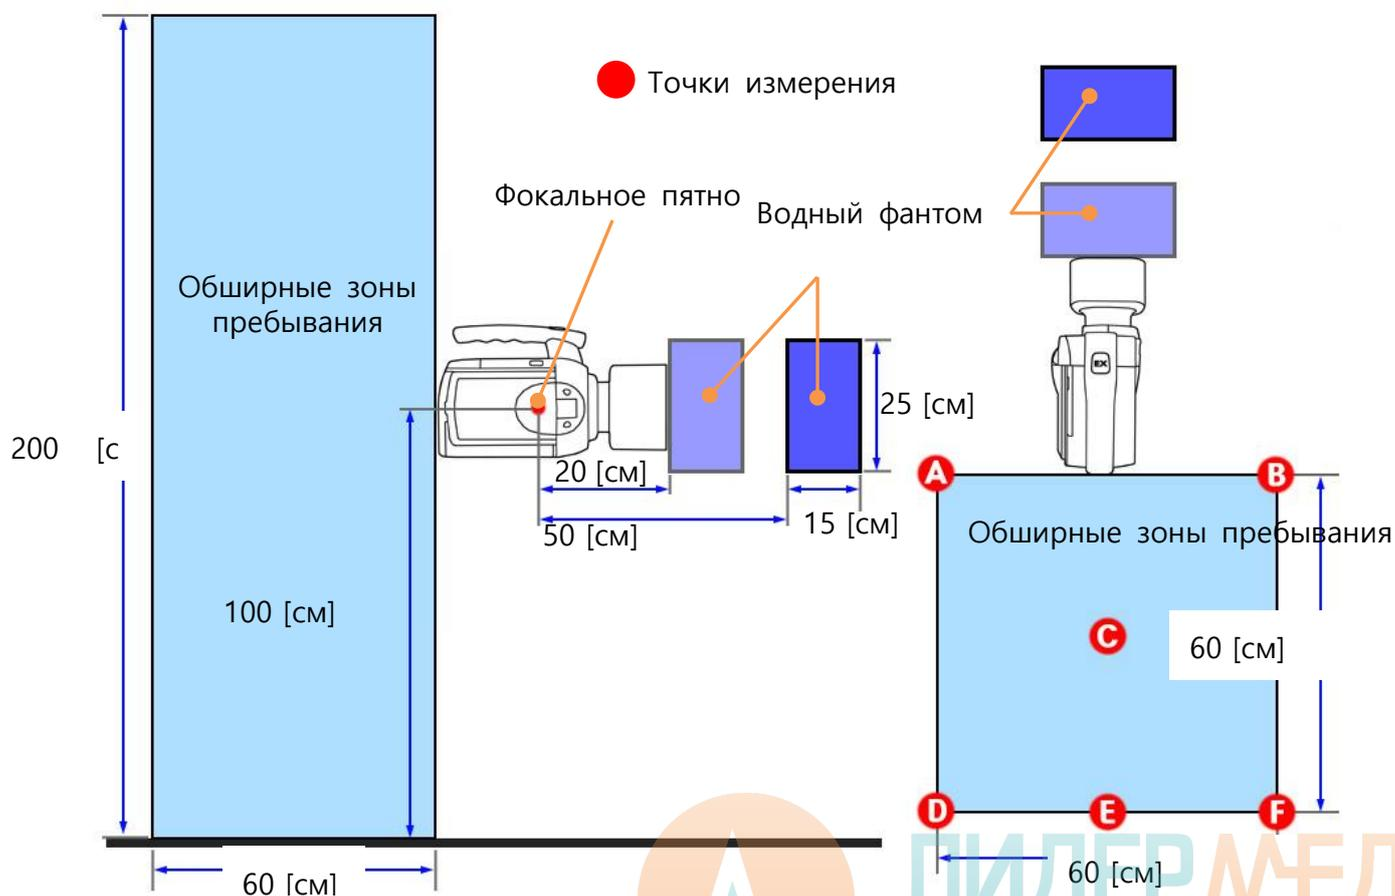

Рисунок 11.14 Метод испытания рассеянного излучения
- Схема устройства и окружающей среды для измерения рассеянного излучения приведена на рис. 11.14.